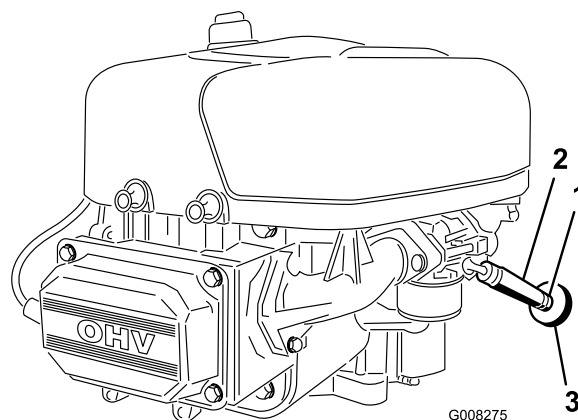

図 28
7. 燃料フィルタについているクランプをゆるめ、フィルタからずらす 図 28。
8. フィルタから燃料ホースを抜き取る 図 28。
11. ホースクランプを燃料フィルタの位置までずらして燃料ラインに固定する 図 28。
燃料フィルタ 図 28 は、燃料タンクが空になっている時に交換するのがベストです。汚れているフィルタを再取り付けするのは絶対にやめてください。